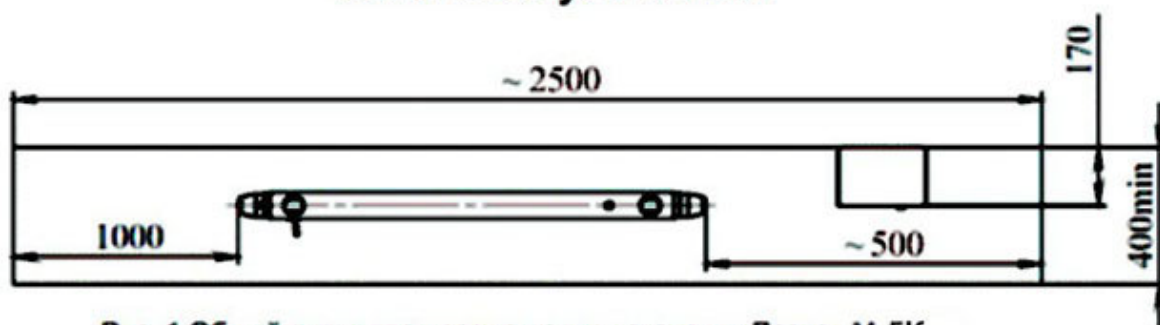

Рис. 1 Общий вид и план размещения установки Лазурь М-5К
3.1 УФ установка состоит из фотохимического реактора (ФХР) 1 и шкафа питания и управления (ШУ) 2 (см. Рис.1).
3.6. Шкаф управления (ШУ) 2 предназначен для питания УФ лампы, УЗ-излучателя и контроля за их работой. Габаритный чертеж шкафа питания и управления представлен на Рис.1.
5.3. Проверить герметичность уплотнительных колец 5 на защитной кварцевой трубке 4 в реакторе. При необходимости подтянуть их с помощью гаек 7 (Рис.1).